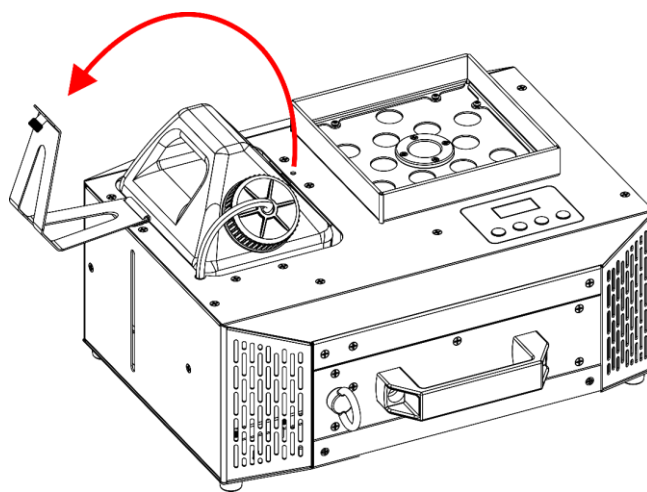

Abb. 29
- 03) Drehen Sie die **Halterung für den Flüssigkeitstank (03)**, wie in Abb. 29 gezeigt.